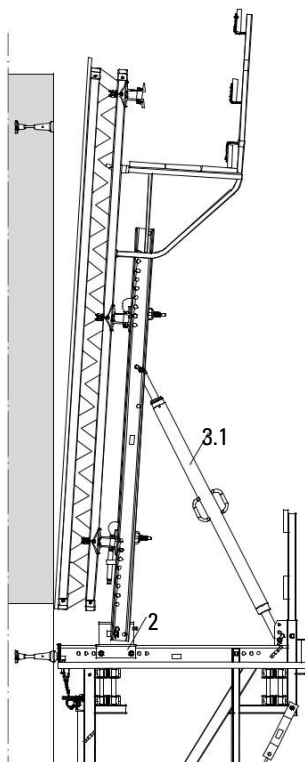

Fig. B1.15
2. Разхлабете регулиращата секция СВ 160 (2).
3. Наклонете кофража с направляващия шпиндел СВ 164-225 (3.1). (Fig. B1.15)